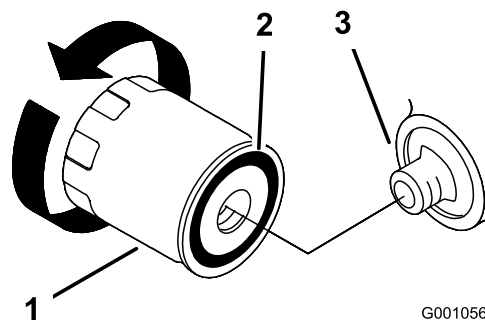

Figura 34
- Montate il nuovo filtro dell'olio nell'adattatore, giratelo in senso orario finché la guarnizione di gomma non sfiora l'adattatore, quindi serrate il filtro di altri 2/3 di giro o 1 giro (Figura 34).